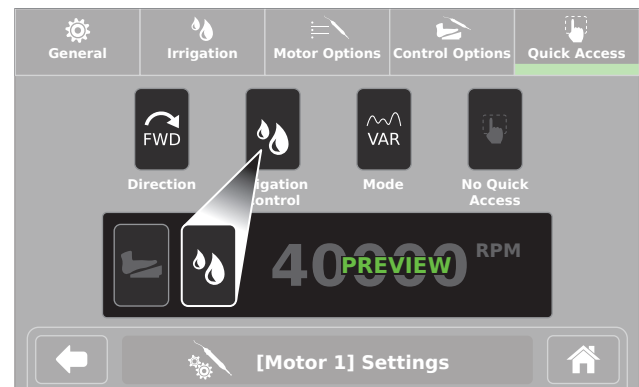

Figure 27 – Écran Accès rapide
- La zone APERÇU donne un aperçu de la zone d'accès rapide sur l'écran d'accueil (Figure 27).
3. Appuyer sur l'option applicable (Direction, Commande irrigation, Mode ou Pas d'accès rapide) voulue comme définition du bouton d'accès rapide (Figure 27).
**REMARQUE :** Dans la Figure 27, l'option Irrigation Control a été appuyée et est indiquée dans la zone APERÇU.